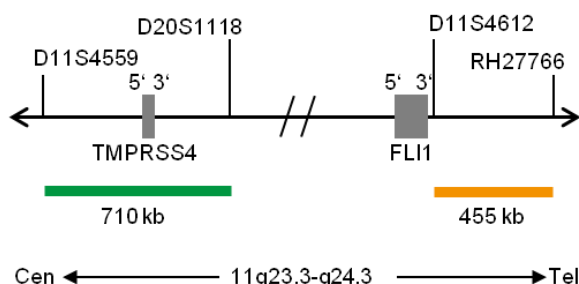

Fig. 1 : Carte de la sonde SPEC 11q (pas à l'échelle)
- Polynucléotides marqués au ZyGreen (excitation 503 nm/émission 528 nm) (~10.0 ng/ μ l), qui ciblent une séquence de région minimale gagnée (MGR) à 11q23.3* (chr11:117,574,074-118,284,029) (voir figure 1).
- Polynucléotides marqués au ZyOrange (excitation 547 nm/émission 572 nm) (~4.5 ng/ μ l), qui ciblent une séquence de région de perte minimale (MLR) à 11q24.3* (chr11:128,707,454-129,161,227) (voir figure 1).